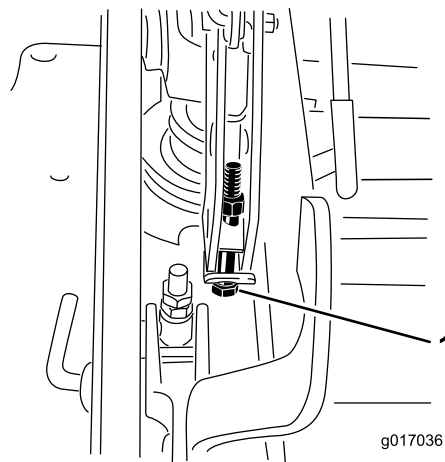

図 73
13. デッキが低すぎる場合には、シングルポイント調整ボルトを右に回して締める。デッキが高すぎる場合には、シングルポイント調整ボルトを左に回してゆるめる (図 73)。